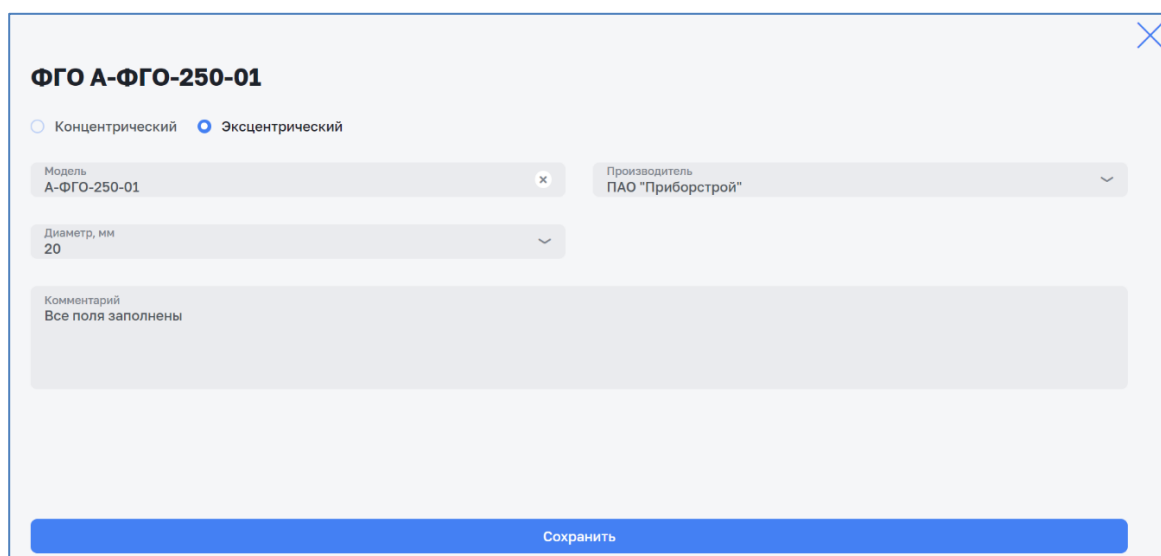

Рисунок 73 – Окно редактирования элемента арматуры
- редактирования  (см. Рисунок 73).